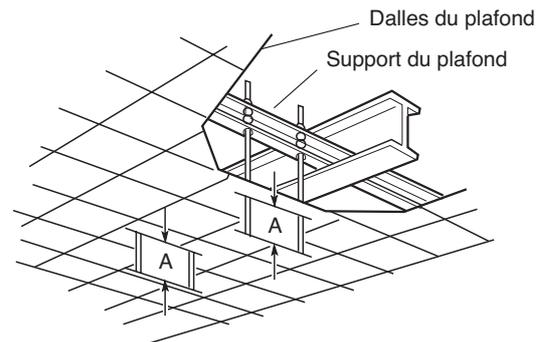

Fig. 3-39
- b) Utilisez les supports pour plafond existants ou bien fabriquez un support adéquat en procédant comme illustrée sur la figure 3-39.